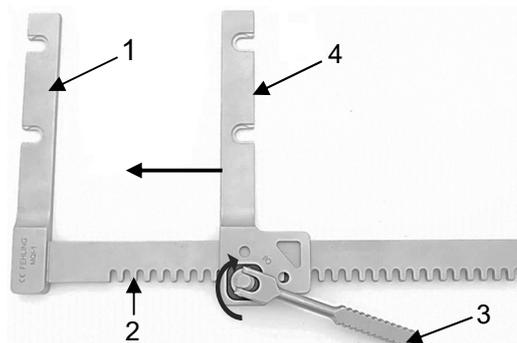

Fig. 9
Veiller à ce que les deux bras écarteurs soient orientés dans le même sens comme indiqué à la Figure 9.
Tourner le levier d'entraînement (3) dans le sens horaire pour déplacer le bras écarteur mobile (4) sur la crémaillère (2) vers l'intérieur dans le sens du bras écarteur fixe (1) (Fig. 9).